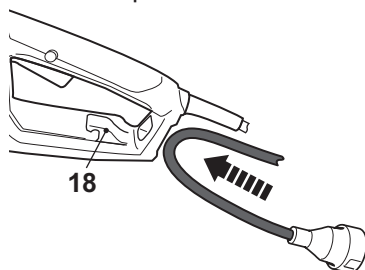

Fig. 12
- > Pliez la rallonge à environ 30 cm du bout. Faites passer la boucle dans le trou situé sur la protection arrière, puis accrochez-la sur le détenteur [18]. Tirez doucement sur le câble pour vous assurer qu'il est bien accroché à la poignée (Fig. 12, 13).